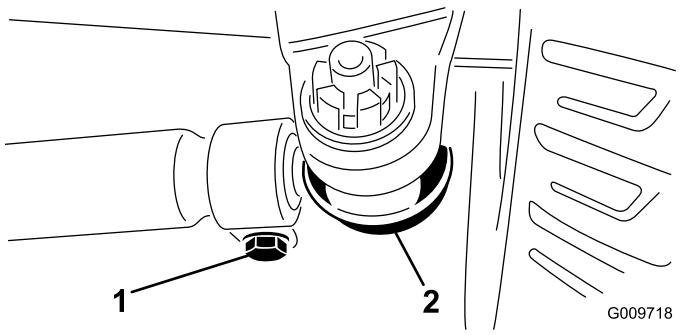

Figura 73
1. Desaperte as abraçadeiras que estão em ambas as extremidades das barras de ligação (Figura 73).
2. Rode a rótula desligada para dentro ou para fora uma (1) volta completa e aperte o grampo na extremidade solta da barra de ligação.
2. Para ajustar, remova o perno de gancho e a porca de cada uma das rótulas da barra de ligação (Figura 73). Remova a rótula da barra de ligação do suporte do eixo.